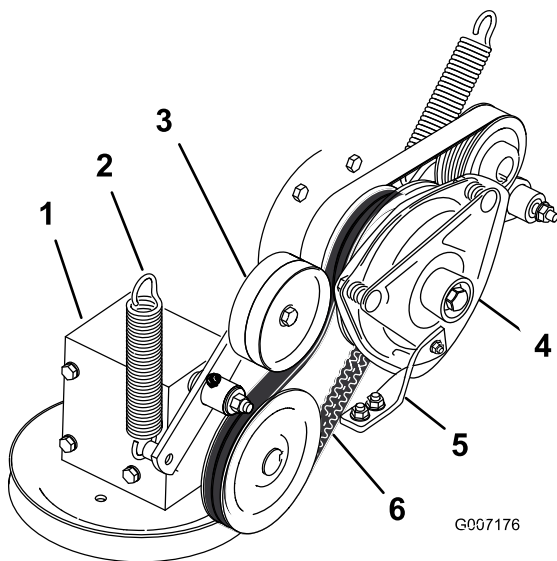

Figura 64
4. Togliete la molla di tensione dal braccio di rinvio (Figura 64).
7. Montate la cinghia di trasmissione della PDF attorno alla puleggia della frizione ed alla puleggia degli ingranaggi (Figura 64).
9. Montate la molla sul braccio di rinvio (Figura 64).